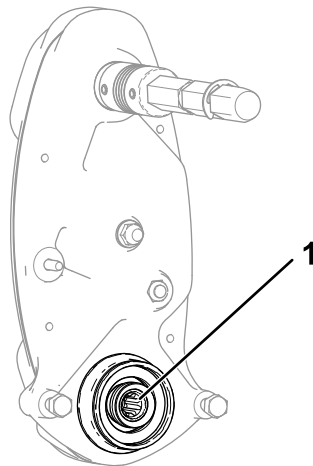

图 14
3. 检查滚刀驱动轴的图 14 内侧是否有任何剩余润滑脂。如果没有看到足够的润滑脂请向阳花键和阴花键轴添加更多润滑脂。